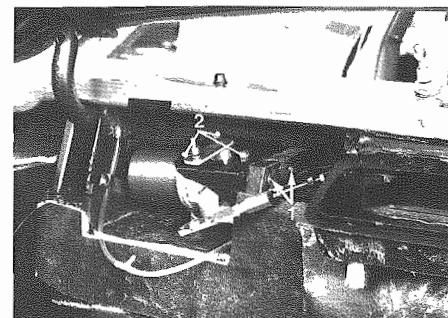

Fig. 5 - 1 Elementi antivibranti - Vibration-damping elements
- Allentare le viti di fissaggio motorino alla staffa (**Fig. 5**) e smontare il motorino.
- Controllare lo stato degli elementi antivibranti presenti sulla staffa di fissaggio (**Fig. 5**) ed eventualmente sostituirli.
- Unscrew screws fixing the motor to the bracket (**Fig. 5**) and remove the motor.
- Check conditions of the vibration-damping elements on the fixing bracket (**Fig. 5**), if necessary replace them.